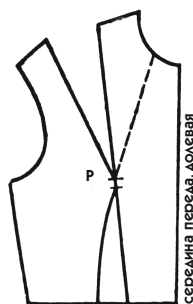

Рис. 110
1. Скопируйте с базового лекала перед лифа (рис. 110).
4. Снимите лекало с бюста. Выньте булавки и разложите лекало на плоской поверхности. Проведите по линейке четкую линию вытачки в выбранном направлении (рис. 110). При необходимости снова поместите на фигуре лекало, чтобы проверить, совпадает ли ваш вариант с выбранной моделью.
Если вы не чувствуете в себе уверенности, тогда следует выполнить эту работу в соответствии с объяснением к рис. 110—112.